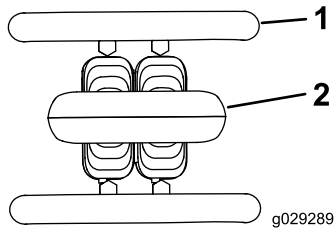

Bild 6
- Lassen Sie den Fahrerstriebshebel los, um die Maschine anzuhalten (**Bild 6**).